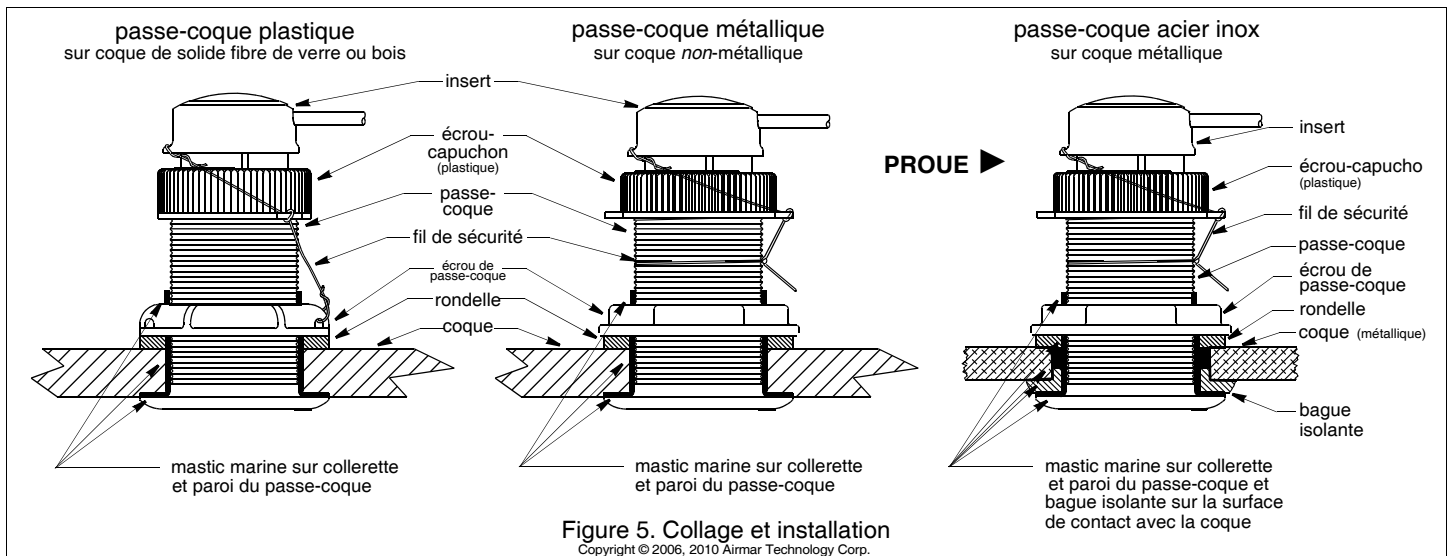

Figure 5. Collage et installation
Appliquez une couche de mastic d'étanchéité marine de 2 mm (1/16") d'épaisseur sur tout le pourtour de la colerette du passe-coque devant être en contact avec la coque et sur la paroi verticale du passe-coque (voir Figure 5). Le mastic doit couvrir une hauteur de 6 mm (1/4") au-dessus de l'épaisseur cumulée de la coque, de la rondelle, et de l'écrou du passe-coque. Cette précaution garantit la présence de mastic sur le filetage au travers de la coque et le maintien en place de l'écrou de passe-coque.
2. Depuis l'intérieur de la coque, glissez la rondelle sur le passe-coque (voir Figure 5).
8. Fixez toujours le fil de sécurité pour prévenir tout risque d'extraction inopinée de la sonde ou de l'obturateur dans le cas improbable d'une rupture ou d'un vissage inapproprié de l'écrou-capuchon. (voir Figure 5).